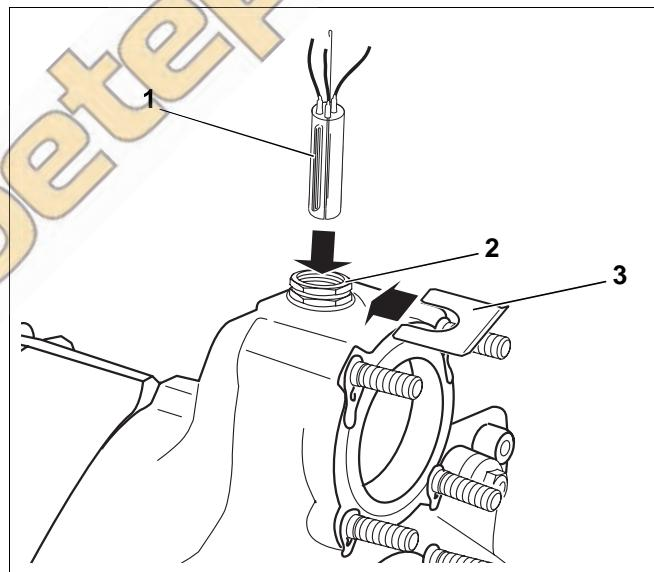

Рис. 45 Установка связки датчиков
Связка датчиков, подключенных к системе управления (три датчика, одна заглушка рис. 45, поз. 1), устанавливается в гильзу R3/4".
- Проложить капиллярные трубы датчиков к месту измерения в котле, там вставить датчики в гильзу (рис. 45, поз. 2) и закрепить, установив фиксатор (рис. 45, поз. 3).